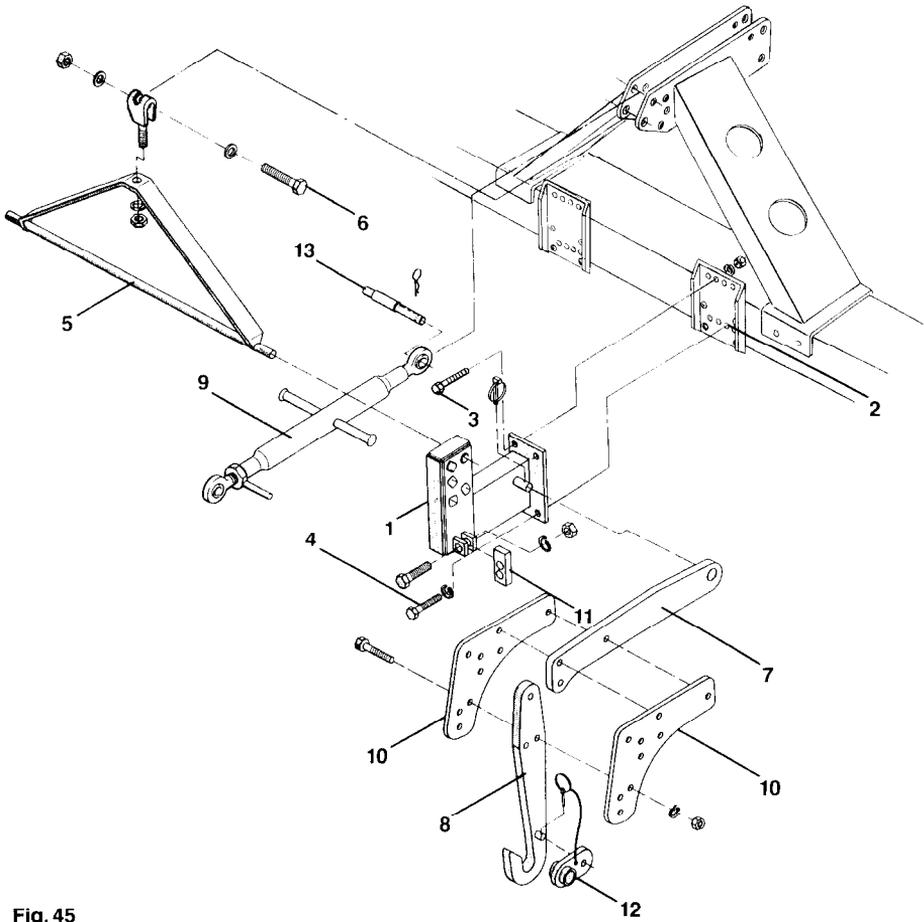

Fig. 45
- verlängerte Abstützung (Fig. 45/1) rechts und links an den Anschraubplatten (Fig. 45/2) des Kreiselgrubbers (-egge) befestigen. Und zwar oben mit 2 Skt-Schrauben M 12 x 35 (Fig. 45/3), mit Federringen und Skt-Muttern und unten mit 2 Skt-Schrauben M 12 x 30 (Fig. 45/4) mit Federringen. Befestigen Sie auch gleich den Spannrahmen (Fig. 45/5) zwischen den Abstützungen.
- Am oberen Anlenkpunkt des Kreiselgrubbers (-egge) ist der Spannrahmen mit der Skt-Schraube M 20 x 100 (Fig. 45/6) zu befestigen.
- Unterlenkerarm (Fig. 45/7), Verstellhaken (Fig. 45/8) und Oberlenker (Fig. 45/9) sind jeweils in 2 Ausführungen lieferbar.
sind Unterlenkerarm (Fig. 45/7) und Verstellhaken (Fig. 45/8) nach Figur 47 zu verwenden. Der Oberlenker (Fig. 45/9) hat eine Einstelllänge von 560 bis 820 mm.
- Einstellbleche (Fig. 45/10) am Unterlenkerarm (Fig. 45/7) befestigen.